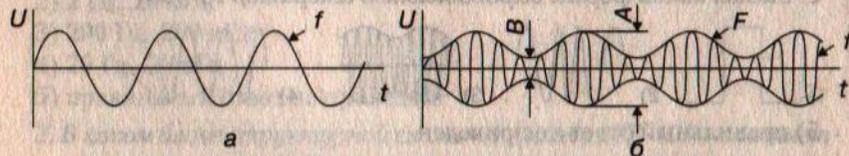

Рис. 2.14. Форма сигналов на выходе ГВЧ: синусоидального (а), амплитудно-модулированного (б)
**Краткие теоретические сведения.** Высокочастотные генераторы являются источником синусоидального и не менее одного модулированного по какому-либо параметру сигналов (амплитудно-модулированный — АМ-сигнал, частотно-модулированный — ЧМ-сигнал) с известными параметрами. Форма сигналов на выходе показана на рис. 2.14. Если на лицевой панели прибора форма сигналов не указана, то это всегда синусоидальный сигнал и АМ-сигнал.